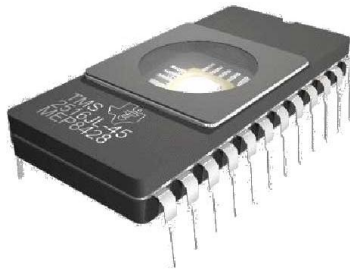

图 15.6 芯片开窗的 EPROM
- 2) 另一种是可紫外擦除的 EPROM（Erasable Programmable Read-Only Memory），EPROM 也是基于浮栅原理，只不过浮栅电子逃逸靠的是紫外线（能级高的光子）。EPROM 的擦写非常复杂，现在基本灭绝。因为老设备维修备件的因素，市场上还有少量的 EPROM 在售。如图 15.6 所示，EPROM 非常好辨认，芯片上开了一个照射紫外线的窗口。